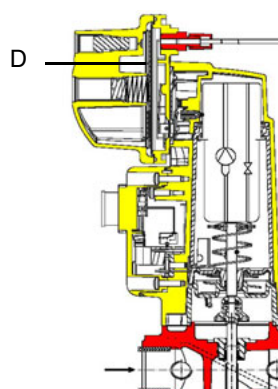

Рис. 7
**⚠ ВНИМАНИЕ:** диафрагма D исполнительного механизма SKP2 должна находиться в вертикальном положении (Рис. 7).